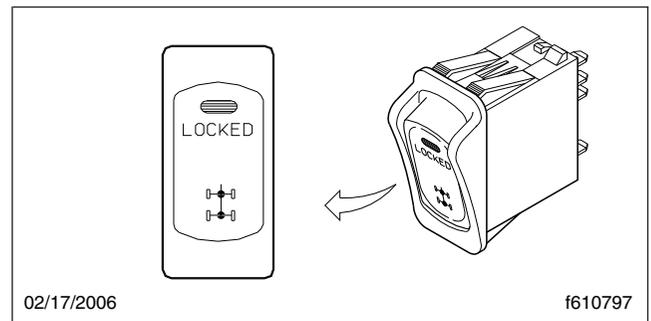

Figura 5.19, Bloqueo del diferencial en ambos ejes
un eje motor, y varía ligeramente del interruptor que se ve en la Figura 5.19).
- un interruptor para controlar los bloqueos del diferencial en ambos ejes (Figura 5.19).